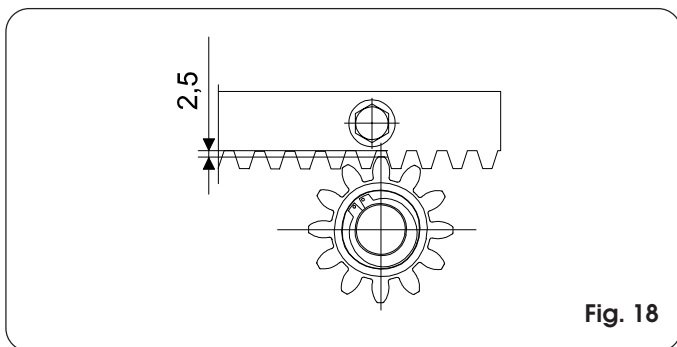

Fig. 18
- Nadat de tandheugel geïnstalleerd is, moet de afstand tussen de tanden van de pignon en de groef van de tandheugel worden geregeld, waarbij gecontroleerd moet worden of de afstand 2,5 mm bedraagt (fig. 18) over de hele beweging, door de uitsparingen in de tandheugel te benutten.